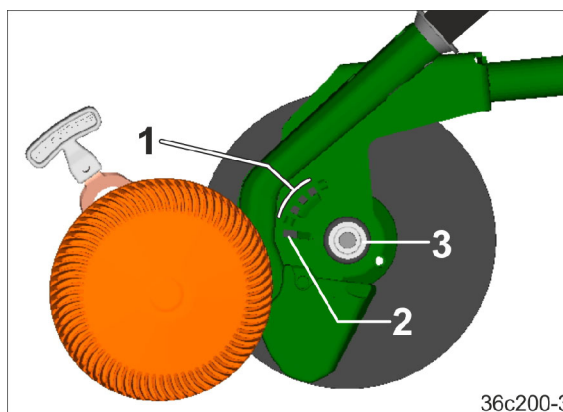

Fig. 180
1. La festet til spaken gå bort over hullgruppen (Fig. 180/1) og i lås i langhullet (Fig. 180/2).
2. Forskyv dybdeføringsskiven/hjulet så langt i langhullet (Fig. 180/2), til dybdeføringsskiven/hjulet kommer fri fra låsen (Fig. 180/3).
1. Sett dybdeføringsskiven / hjulet på låsen (Fig. 180/3). Derved griper festet inn i langhullet (Fig. 180/2) til labben.
2. Forskyv dybdeføringsskiven/hjulet så langt i langhullet (Fig. 180/2), til dybdeføringsskiven / hjulet går i inngrep i låsen. Et lett slag midt på skiven gjør det enklere å få den til å gå i inngrep.
3. Bruk spaken til å trekke festet ut av langhullet og sett det i det nødvendige hullet (Fig. 180/1).